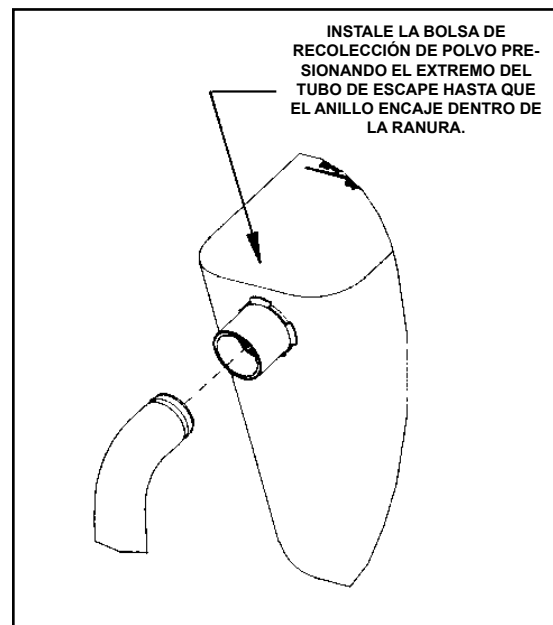

Figura 5
1. Instale la bolsa de recolección de polvo presionando el extremo del tubo de escape hasta que el anillo encaje dentro de la ranura (figura 5). El mejor modo de hacer esto es presionando la parte posterior de la abertura de la bolsa con la palma de su mano.